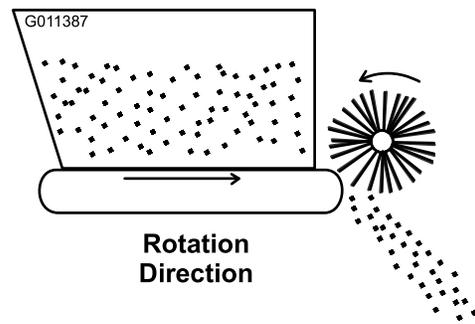

Figure 18
4. Démarrez le moteur du véhicule et contrôlez la rotation de la bande transporteuse et de la brosse. Placez le levier du système hydraulique à distance du véhicule à la position RUN (MARCHE). La rotation doit correspondre à l'illustration de la Figure 18. Si la rotation se fait en arrière, les couples rapides devront être inversés.